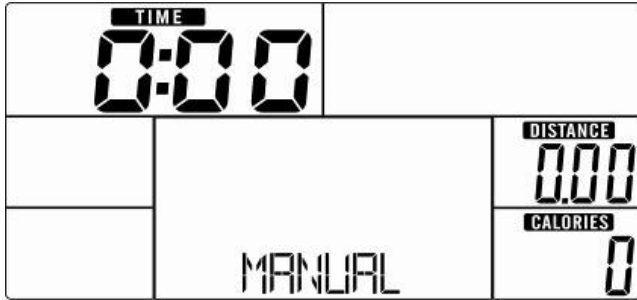

Abb. 10
- c. CALORIES (Kalorienverbrauch, Abb. 10)